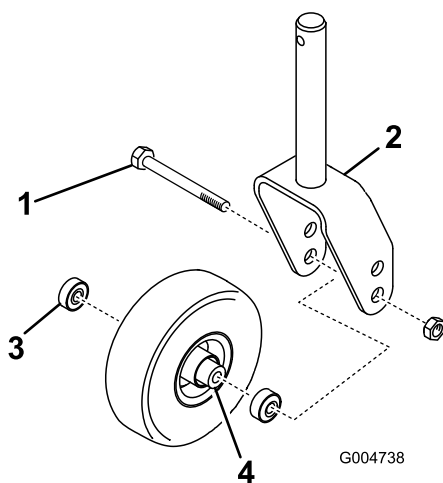
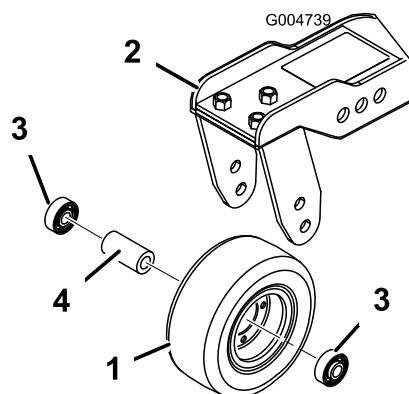

Figura 81
Figura 82
1. Retire la contratuerca del perno que sujeta el ensamble de la rueda giratoria entre la horquilla (Figura 81) o el brazo de pivote (Figura 82). Sujete la rueda giratoria y retire el perno de la horquilla o del brazo de pivote.
2. Retire el cojinete de la rueda y deje que se caiga el suplemento del cojinete (Figura 81 y Figura 82). Retire el cojinete del otro lado de la rueda.